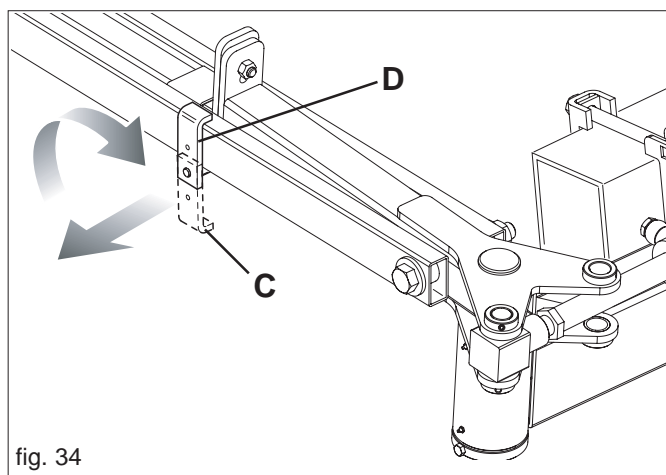

fig. 34
Durante el trabajo, mantener el tope en la posición (C, Fig. 34) para que el brazo marcador de surcos siga el movimiento del terreno. Antes de cerrar el equipo en posición de transporte, bloquear el brazo marcador de surcos colocando el tope en la posición (D).